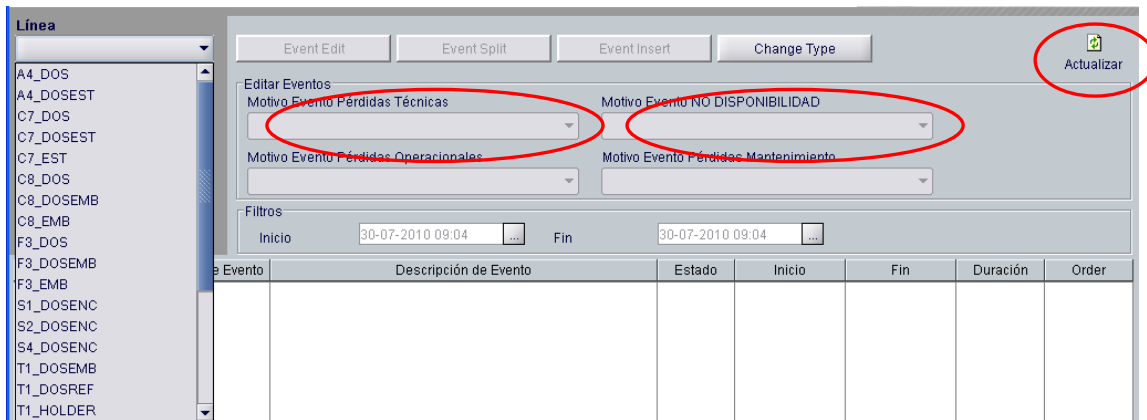

Imagen 30
7. - Una vez definida la franja horaria, seleccionamos una línea del desplegable y hacemos clic en Actualizar (**Imagen 30**)